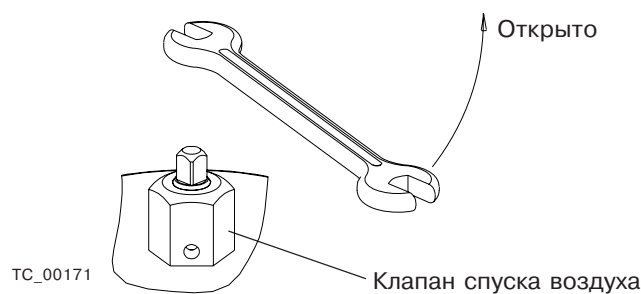

Рис. 9.
3. Откройте масляный клапан и клапан спуска воздуха, см. Рис.9.